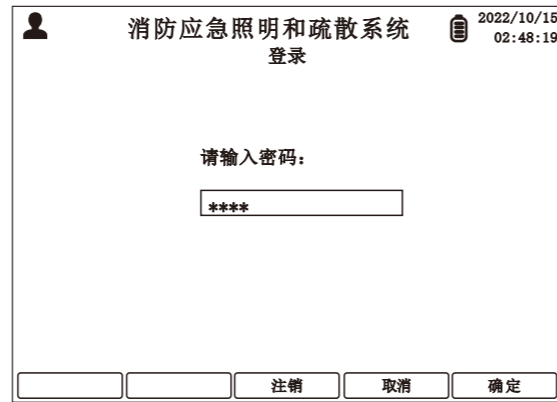

图8.1.2
- ◆ 在主界面下,按[#]键,打开登录窗口,输入密码后按[确定]键,进入系统(如图8.1.2)。